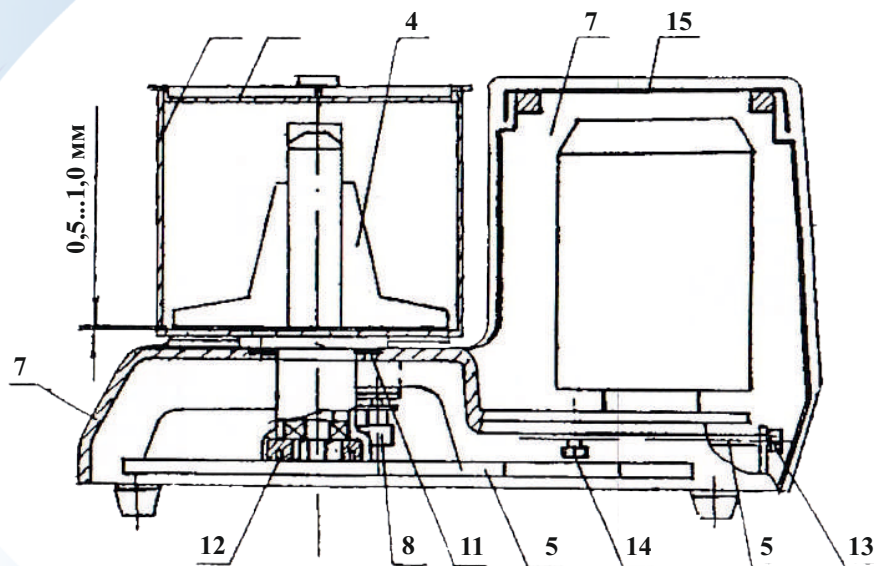
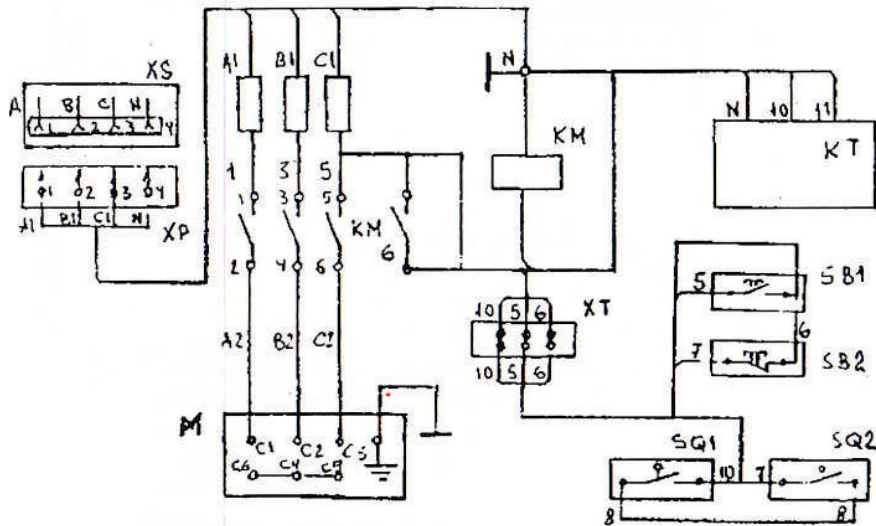

Рис. 1. Устройство тестомесилки
Рис. 2. Схема электрическая принципиальная
4.2. Устройство и конструкция тестомесилки изображены на рис. 1, схема электрическая принципиальная на рис. 2. Тестомесилка состоит из следующих составных частей: дежи - 1, крышки - 2, замков - 3, рабочего органа - 4, привода - 5, электропанели - 6, корпуса - 7 и декоративных ограждающих панелей.